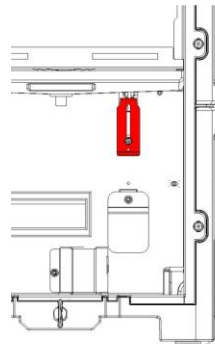

Abb. 7: Abdeckblech ohne Wasserauffangbehälter
3. Lockern Sie die Schraube am oberen Abdeckblech und schieben Sie das Abdeckblech vor die Aussparung (Abb. 7). Ziehen Sie die Schraube wieder an.